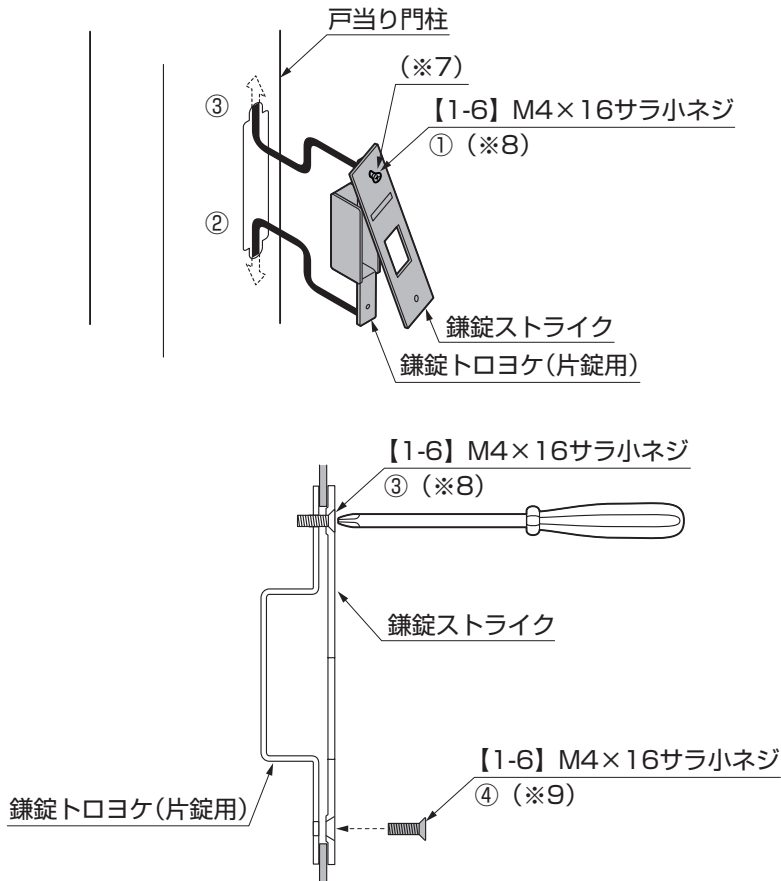

図6-3 鎌錠ストライクセット (片錠用) の取付け
① 鎌錠トロヨケ (片錠用) と鎌錠ストライクの上側取付孔 (※7) に、【1-6】 (※8) を仮止めしてください。
② 鎌錠トロヨケ (片錠用) の下部を戸当り門柱の加工孔の内側に潜らせて、鎌錠ストライクセット (片錠用) を一旦下方へスライドさせてください。
③ 鎌錠ストライクセット (片錠用) を【1-6】 (※8) が加工孔のエッジに突き当たるまで上方にスライドさせて、戸当り門柱を鎌錠ストライクセット (片錠用) ではさみ込むようにした状態で【1-6】 (※8) を締め付けて取付けてください。(図6-3参照)
④ 鎌錠ストライクセット (片錠用) の下側取付孔に【1-6】 (※9) を締め付けて取付けてください。(図6-3参照)